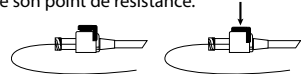

Figure 4
10. Une fois que le placement a été confirmé et que le dispositif de fermeture de la suture a été tourné dans la position la plus distale, enfoncer le dispositif dans le raccord pour le sécuriser. Le dispositif de fermeture de la suture est désormais bloqué dans la bonne position. Voir figure 4.